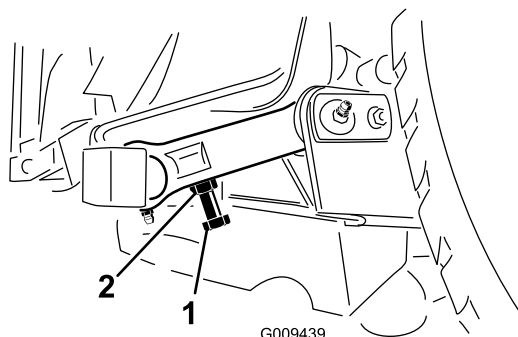

Figura 27
3. Para ajustar a distância, localize o parafuso de ajuste existente na ligação articulada posterior da plataforma do cortador (Figura 27).